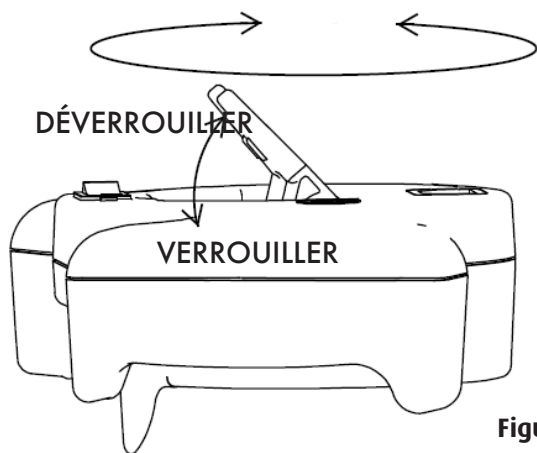

Figure 5
2. Réglez l'angle en tournant le loquet d'indexation de la tête vers le haut (figure 5). Placez la poignée à l'emplacement souhaité (rotation totale de 180 degrés).